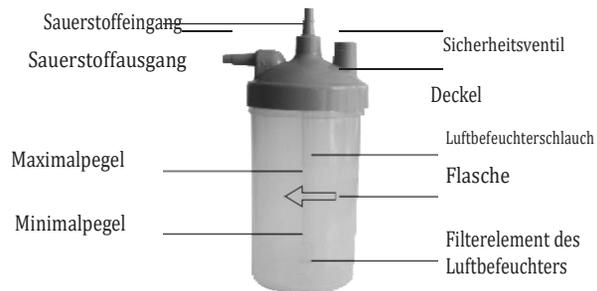

Abb. 5: Komponenten des Luftbefeuchters
1. Schrauben Sie die Flasche im Uhrzeigersinn aus dem Luftbefeuchter heraus. Füllen Sie die Flasche mit reinem Wasser (oder destilliertem Wasser) bis zum Pegel zwischen MAXIMUM und MINIMUM. Befüllen Sie die Befeuchterflasche **NICHT** über den MAXIMAL-Pegel hinaus. (Abbildung 5)